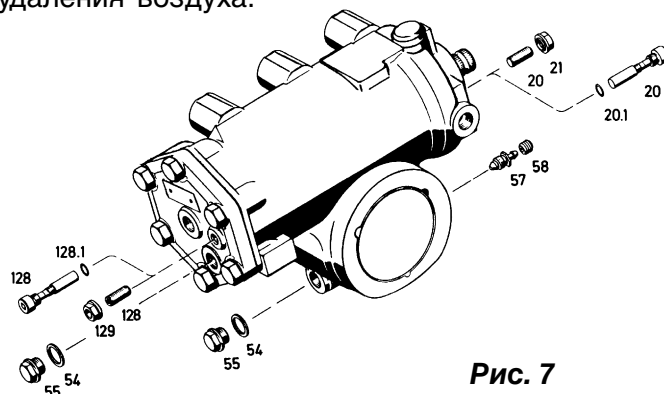

Рис. 7
- Исполнения с сапуном (57):
При работающем двигателе открыть сапун (57), пока не начнет вытекать только масло (**Рис. 7**).